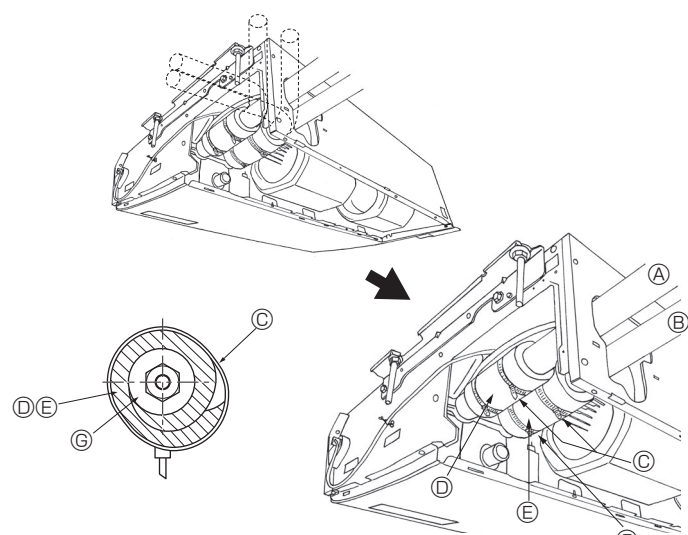

Fig. 4-3
- ③ Appliquer de l'huile réfrigérante sur toute la surface évasée du fond.
- ④ Utiliser des écrous évasés corrects correspondant à la taille des tuyaux de l'appareil extérieur.
4.3. Appareil intérieur (Fig. 4-3)